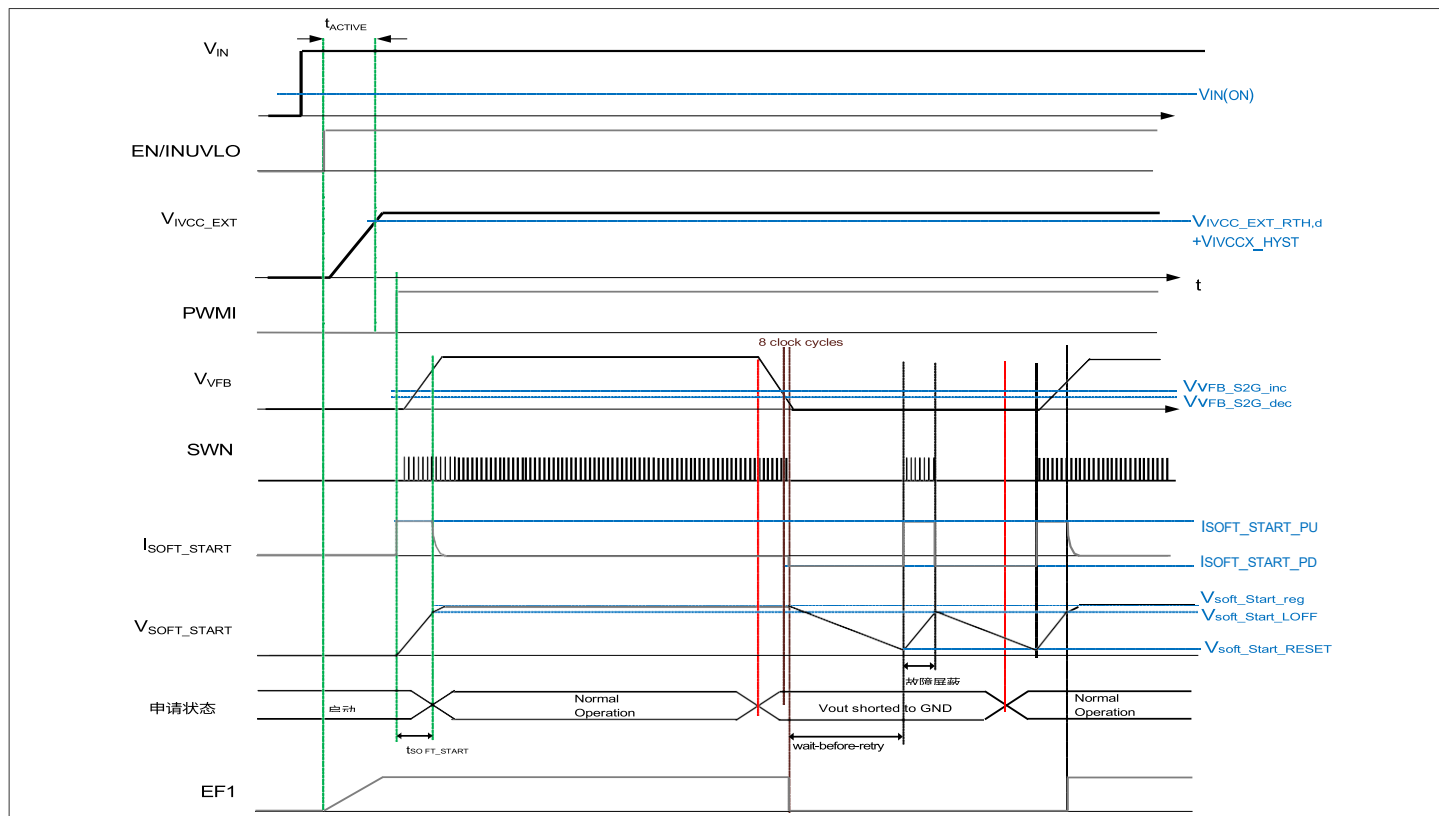

图 8 VFB 引脚检测到短路到地时的软启动时序图
- 故障管理：故障屏蔽和重试前等待时间（图 8 和 章节 9.2）
如果检测到负载开路或输出短路，则下拉电流源 $I_{\text{SOFT_START_PD}}$ （P_6.4.20）被激活。该电流降低 $V_{\text{SOFT_START}}$ 直到达到 $V_{\text{SOFT_START_RESET}}$ （P_6.4.22）。随后上拉电流源 $I_{\text{SOFT_START_PU}}$ （P_6.4.19）再次导通。如果故障条件在达到 $V_{\text{SOFT_START_LOFF}}$ （P_6.4.21）之前尚未消除，下拉电流源将再次打开，启动新的循环。在软启动上升时间期间，器件进行切换，在下降时间内，器件停止（图 8）。这种打嗝模式将持续到故障消除为止。